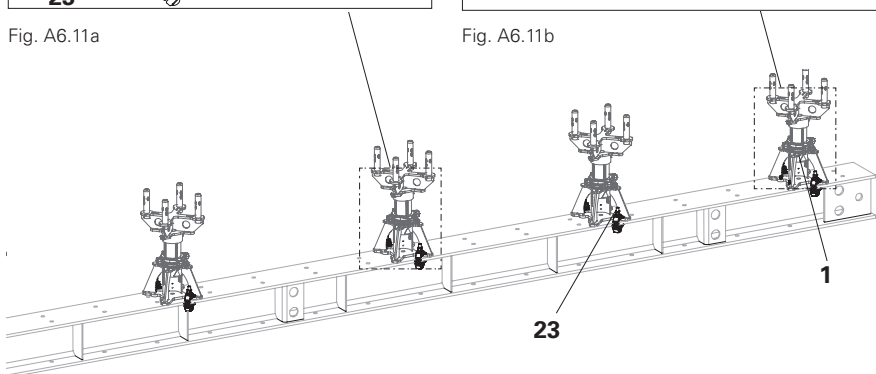

Fig. A6.11
1. Posizionare il numero richiesto di meccanismi di abbassamento (1) sulla trave di orditura HDT (20). (Fig. A6.11)